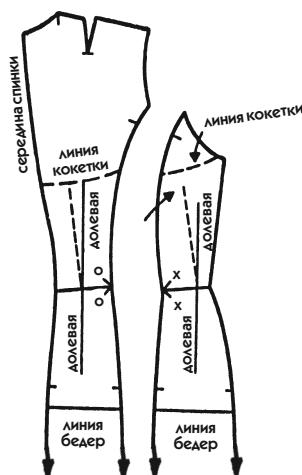

Рис. 333
У этой модели (рис. 333) лиф заканчивается на уровне глубины проймы.
1. Разрежьте копию лекала, как указано на рис. 333, чтобы получить 2 части.
- Вдоль этой линии надпишите «линия кокетки», как показано на рис. 333.
2. На обеих частях лекала соедините линии талии, ликвидируя понижение (см. засечки X и O на рис. 333).
4. Поэтому на обе части лекала (одна — с серединой спинки, а другая — с боковым срезом) приложите линейку вдоль всей длины долевой нити юбки и продлите ее на часть лифа, используя цветной карандаш. Новая линия долевой нити показана на рис. 333 сплошной линией, прежняя — пунктирной.
- Сравните рис. 333 и 334, чтобы понять: если мы сохраним для основной части спинки жакета направление долевой нити на баске, вся ее верхняя часть окажется перекошена, что испортит внешний вид изделия.
3. *На части с боковым срезом* ничего не меняется по сравнению с предыдущими примерами. Обратите внимание на большую стрелку на рис. 333, 334 и 335, которая везде выглядит одинаково.